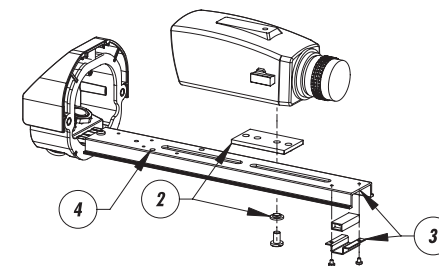
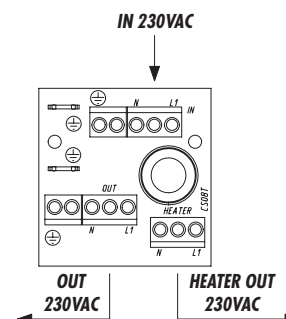
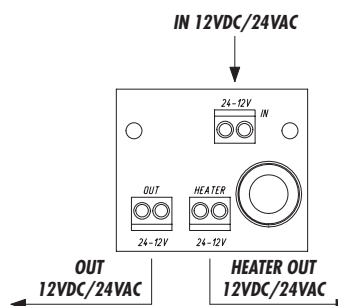

Fig. 2
Fig. 4
Fig. 5
- Fissare il PTC, tramite la relativa piastrina, sulla parte inferiore estrema della slitta interna (Fig. 2, punto 3).
- Passare il filo di collegamento lungo la parte inferiore della slitta e attaverso l'apposito foro (Fig. 2, punto 4), connettere i fili dell'elemento riscaldante al circuito sul morsetto indicato con HEATER (Fig. 4 o Fig. 5). Nel circuito c'è anche la possibilità di prelevare l'alimentazione per una telecamera (Fig. 4, OUT 230VAC o Fig. 5, OUT 12VDC/24VAC). Si ricorda di prestare attenzione al tipo di alimentazione che viene fornita in quanto è la medesima per telecamera e riscaldamento.
- Collegare il circuito ad una sorgente esterna sui morsetti di ingresso (Fig. 4, IN 230VAC o Fig. 5, IN 12VDC/24VAC). Le custodie del tipo antipolvere sono predisposte per il fissaggio delle connessioni di terra da eseguire secondo le norme vigenti.
- Fixer le PTC au moyen de sa platine sur l'extrémité inférieure de la glissière interne (Fig. 2, point 3).
- Passer le fil de connexion le long de la partie inférieure de la glissière et à travers l'orifice prévu (Fig. 2, point 4), connecter les fils de la résistance au circuit sur la borne indiquant HEATER (Fig. 4 ou Fig. 5). Le circuit permet également de prélever l'alimentation pour une caméra (Fig. 4, OUT 230VAC ou Fig. 5, OUT 12VDC/24VAC). Attention au type d'alimentation fournie, identique pour caméra et chauffage.
- Connecter le circuit à une source externe sur les bornes d'entrée (Fig. 4, IN 230VAC ou Fig. 5, IN 12VDC/24VAC). Les caissons de type antipoussière sont prévus pour la fixation des branchements de terre devant être effectués selon les normes en vigueur.
- Fix the PTC resistor, using the plate supplied for this, on the bottom end of the inner slide (Fig. 2, point 3).
- Pass the connecting wire along the underneath of the slide and through the hole provided (Fig. 2, point 4), connect the wires of the heater element to the circuit at the terminal named HEATER (Fig. 4 or Fig. 5). The circuit can also be used to take off power for a camera (Fig. 4, OUT 230VAC or Fig. 5, OUT 12VDC/24VAC). Remember to make sure that the power supply is the suitable one, because it is the same for both the camera and the heater.
- Connect the circuit to an external power supply via the input terminals (Fig. 4, IN 230VAC or Fig. 5, IN 12VDC/24VAC). Dustproof type housings are designed with attachments for the earth connections, to be made according to the regulations in force.
- Den PTC-Widerstand mit Hilfe des zugehörigen Plättchens auf dem unteren Teil am Ende des Innenschlittens befestigen (Fig. 2, Punkt 3).
- Den Verbindungsdraht den unteren Schlittenteil entlang und durch das vorgesehene Loch führen (Fig. 2, Punkt 4), die Drähte des Heizelementes an die Schaltkreisklemme anschließen, die mit HEATER bezeichnet ist (Fig. 4 oder Fig. 5). Der Schaltkreis bietet zudem die Möglichkeit, auch die Stromversorgung für eine Videokamera abzugreifen (Fig. 4, OUT 230VAC oder Fig. 5, OUT 12VDC/24VAC). Wir erinnern noch einmal daran, daß auf die bereitgestellte Versorgungsspannung zu achten ist, weil sie für Kamera und Heizung gleich ist.
- Den Schaltkreis an den Eingangsquellen mit einer externen Quelle verbinden (Fig. 4, IN 230VAC oder Fig. 5, IN 12VDC/24VAC). Die staubdichten Gehäuse sind eingerichtet für die Befestigung der Erdungsanschlüsse, die nach den geltenden Vorschriften vorzunehmen sind